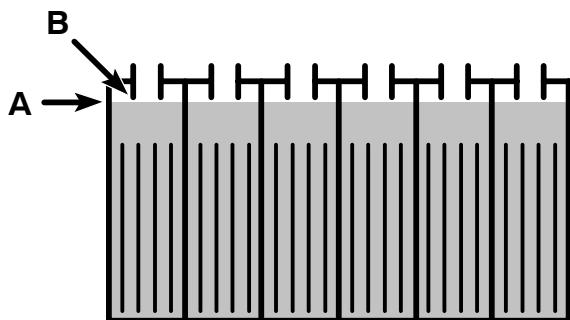

РИС. 37
8. Свинцово-кислотные батареи: После зарядки опять проверьте уровень электролита (А). Уровень электролита должен находиться приблизительно на расстоянии 1 см от низа порта наполнения (В) (Рисунок 37). При необходимости долейте дистиллированную воду. НЕ ПЕРЕЛИВАЙТЕ